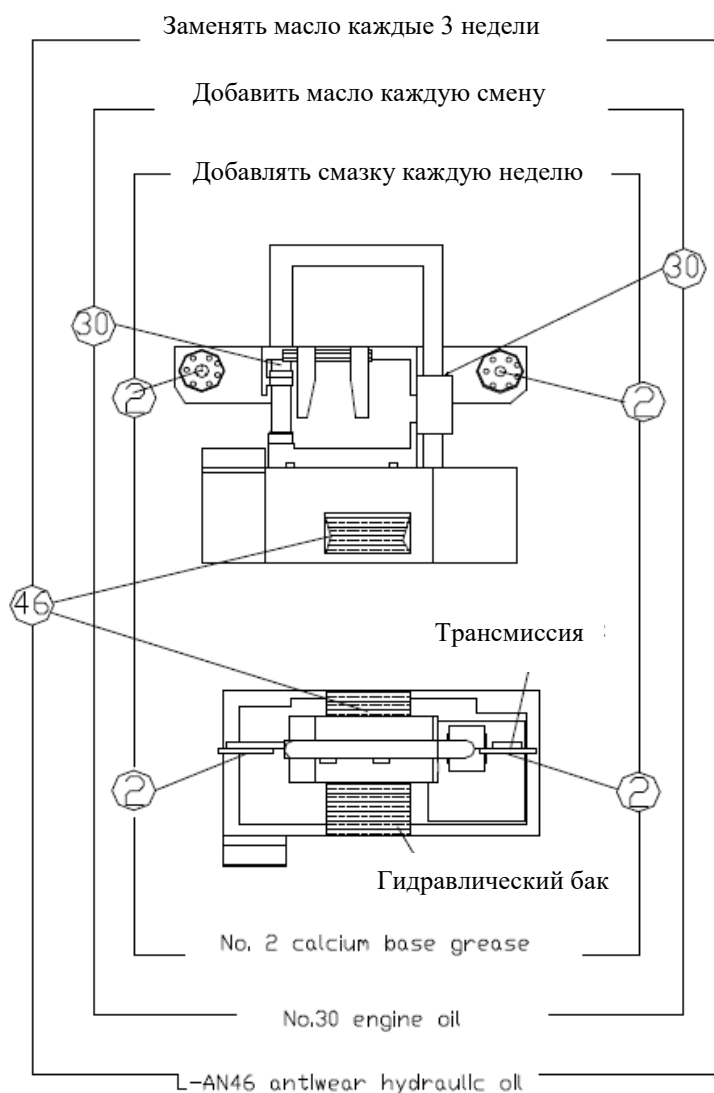

Рис. 6 Схема смазки
12.4.6 Схема смазки с указанием точек смазки показана на Рис. 6.